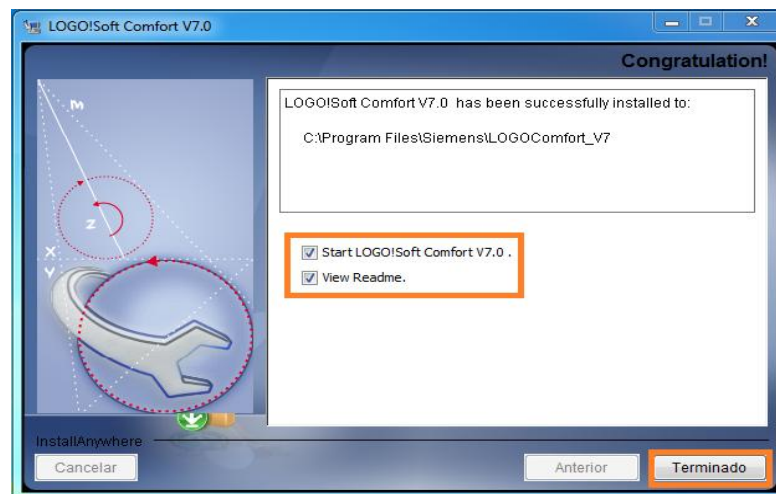

Figura 48: Barra de menú en español.
7. En la siguiente ventana seleccionar Start LOGO! Soft Comfort V7.0. Y View Read me y dar clic en la opción Terminado Figura 48